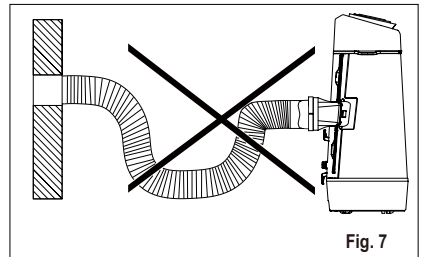

Fig. 7
- i** Slangen kan förlängas från sin ursprungliga längd på 38 cm till högst 150 cm, men det är bäst att hålla längden så kort som möjligt. Se även till att slangen inte har några skarpa böjar eller är slak. (Fig. 7)